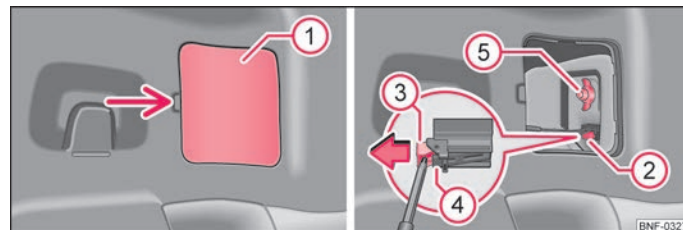

Bild 123 Demontera bakljuset
- Bänd loss panelen ① → bild 123, skjut under underkanten av spärren ③ in skruvmejseln från verktygssatsen och dra spärren på kontakten ② i pilens riktning.
- Tryck in spärren ④ och dra ut kontakten ②.
- Håll med en hand fast bakljusenheten och skruva med den andra handen av plastmuttern ⑤.
- Håll med en hand fast bakljusenheten och skruva med den andra handen på plastmuttern ⑤ och dra fast den ⇒ bild 123.
- Stick på kontakten ② ⇒ bild 123 på lampsockeln och tryck spärren i riktning mot bakljuset.
- Fäll tillbaka kåpan ① ⇒ bild 123, montera bagagerumsskyddet och stäng bakluckan.